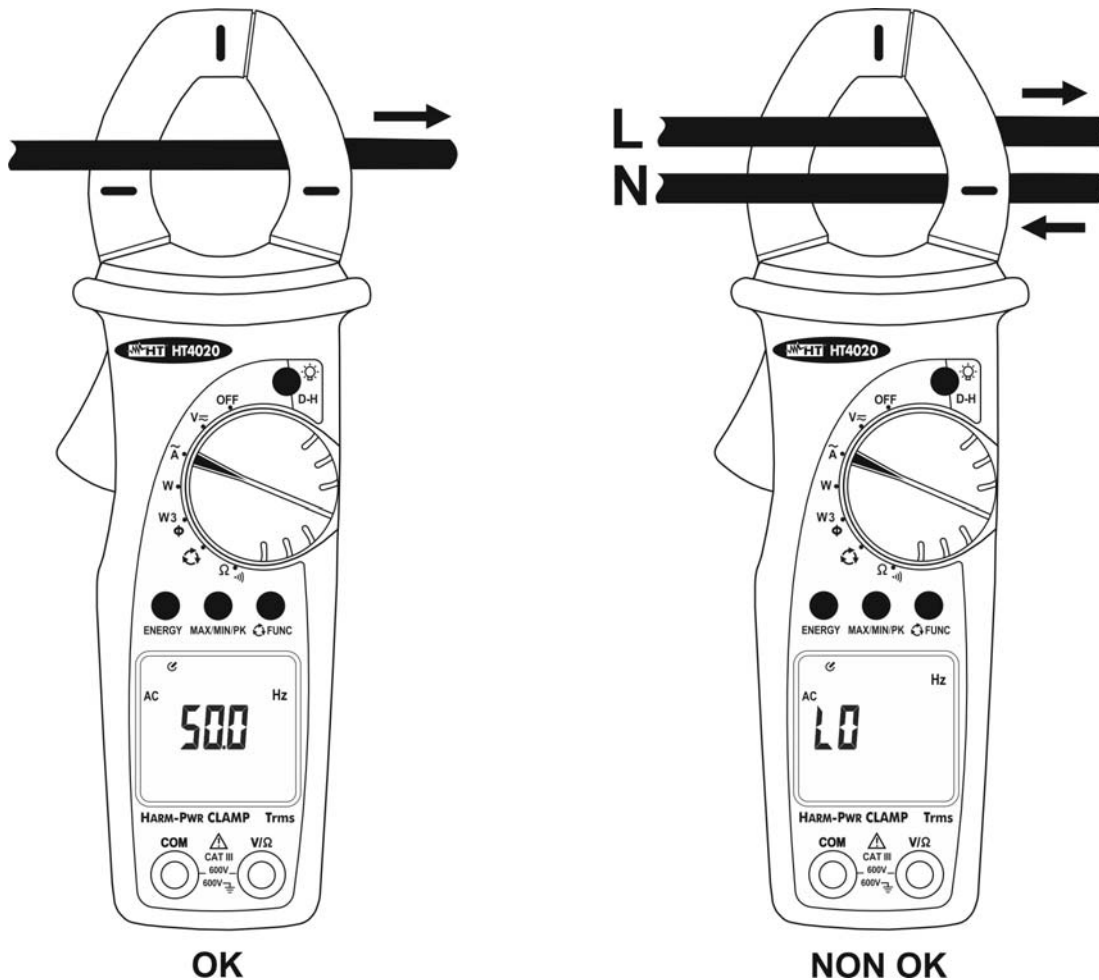

Fig. 9: Uso dello strumento per misura di frequenza della corrente AC
3. Aprire il toroide ed inserire un singolo cavo al centro del medesimo (vedere § 4.1.2 e Fig. 9), il valore della frequenza è mostrato a display
4. La visualizzazione del simbolo "O.L" indica che il valore della frequenza in esame è superiore al fondo scala dello strumento. Il simbolo "LO" è mostrato in caso di errato inserimento dello strumento (vedere Fig. 9) o per valori inferiori al minimo misurabile